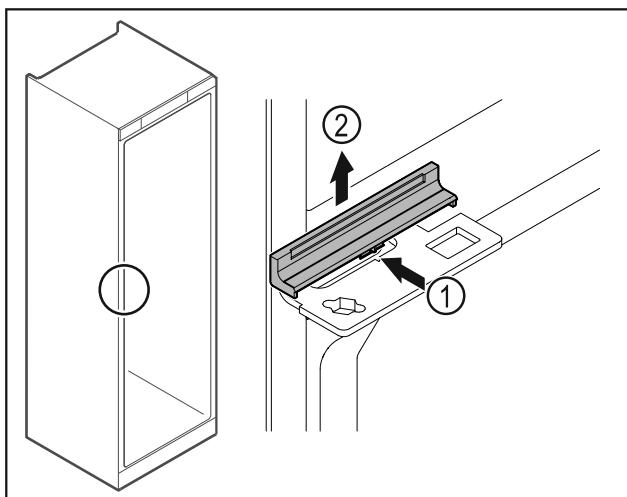

Fig. 43
- ▶ Afdekking Fig. 43 (1) in het midden iets indrukken en naar boven toe verwijderen Fig. 43 (2).